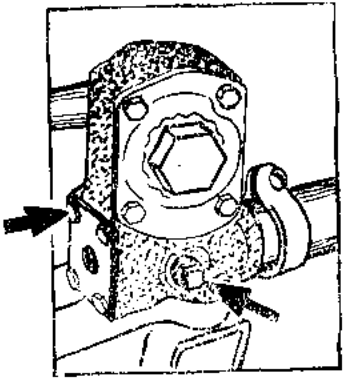

Рис. 19. Рулевой механизм. Стрелками указаны места слива и налива масла.
1. Уровень масла в рулевом механизме должен быть на 20 мм ниже верхней кромки наливного отверстия. Для слива масла отверните нижний правый болт крепления передней крышки рулевого механизма (рис. 19).